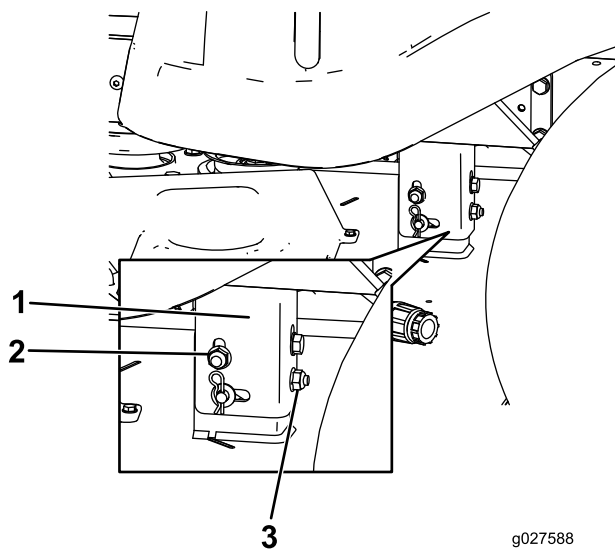

Figure 66
8. Élevez ou abaissez le côté gauche du plateau de coupe en tournant l'écrou de blocage arrière (Figure 66
Remarque: Tournez l'écrou de blocage arrière dans le sens horaire pour élever le plateau de coupe ou dans le sens antihoraire pour abaisser le plateau (Figure 66).